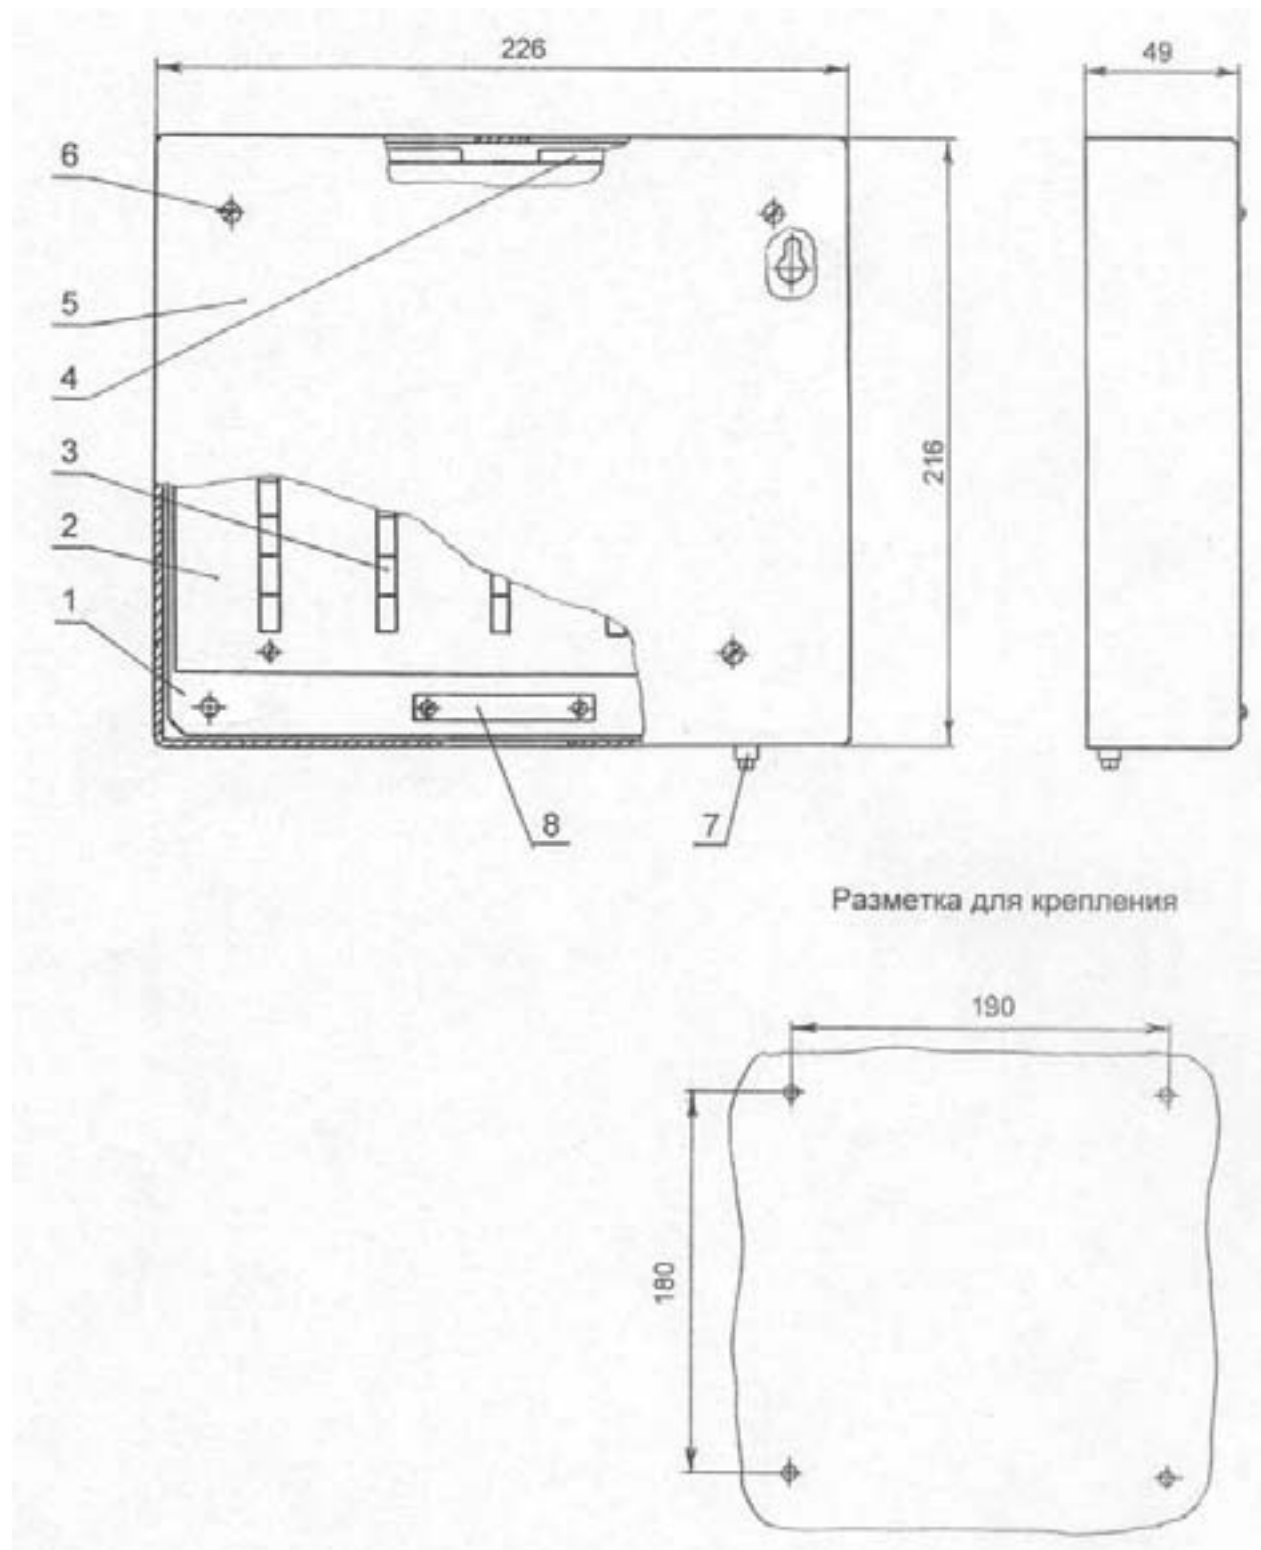

Рисунок 5.2. Конструкция коробки распределительной.
5.4. Коробка распределительная (см. рис. 5.2) состоит из основания 1 и крышки 5, которые крепятся винтами 6.